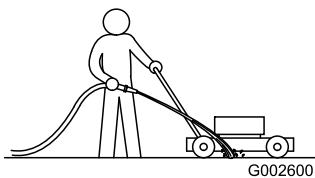

Figura 25
- Con el motor en marcha sobre una superficie plana pavimentada, dirija un chorro de agua hacia delante de la rueda trasera derecha (Figura 25).